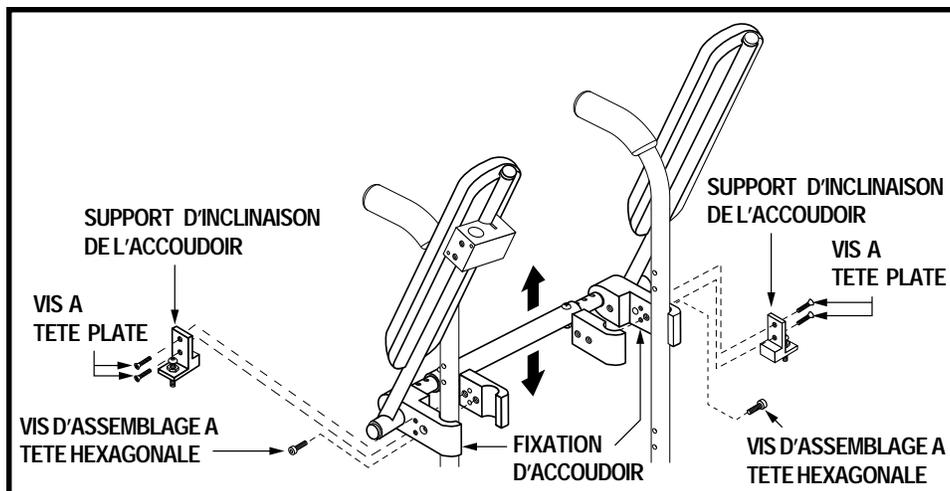

Figure 13. Réglage en hauteur des accoudoirs relevables
5. Retirez les deux (2) boulons à tête plate du support d'angle de l'accoudoir, puis retirez le support. Voir la figure 13.
6. Retirez les vis à couronne de la fixation d'accoudoir. Voir figure 13.
8. Réinstallez la vis d'assemblage dans la fixation de l'accoudoir. Voir figure 13.
9. Remplacez le support d'angle de l'accoudoir, puis réinstallez et resserrez les deux (2) vis à tête plate. Voir la figure 13.